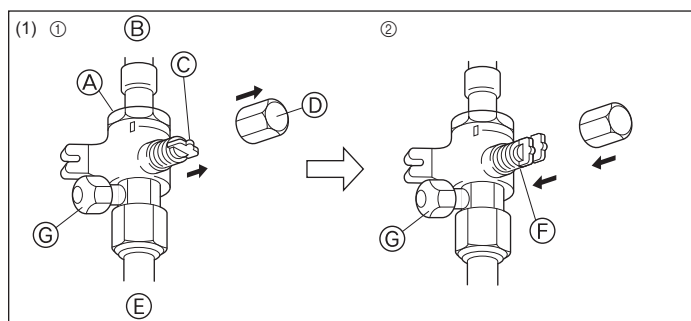
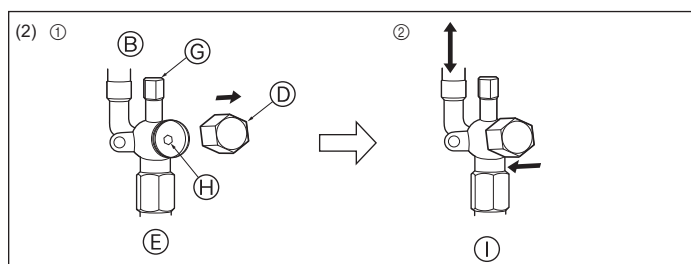

Fig. 4-9
Fig. 4-10
- (1) Страна с газом (Fig. 4-9)
- ① Снимите колпачок, потяните ручку на себя и поверните на 1/4 оборота против часовой стрелки для открытия.
- ② Убедитесь в том, что запорный кран полностью открыт, надавите на ручку и поверните колпачок в первоначальное положение.
- (2) Страна с жидкостью (Fig. 4-10)
- ① Снимите колпачок и поверните шток золотника против часовой стрелки до упора, используя для этой цели 4 мм шестиугольный гаечный ключ. Прекратите поворачивать шток в момент, когда тот достигнет стопора. (ø6,35: Приблизительно 4,5 оборотов) (ø9,52: Приблизительно 10 оборотов)